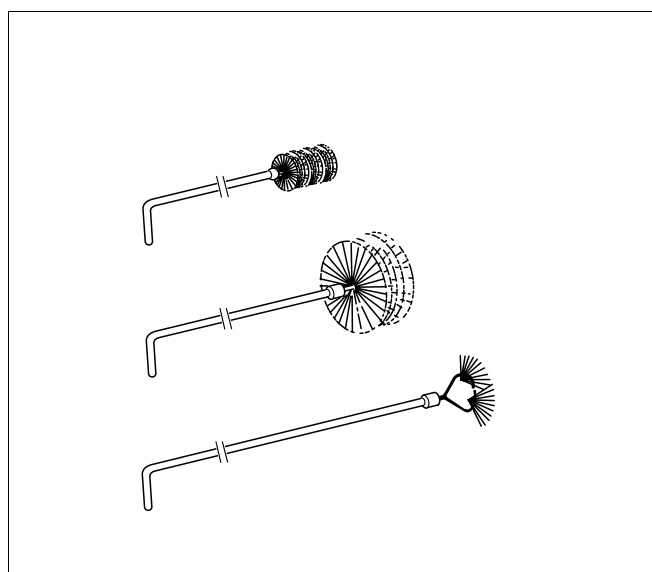
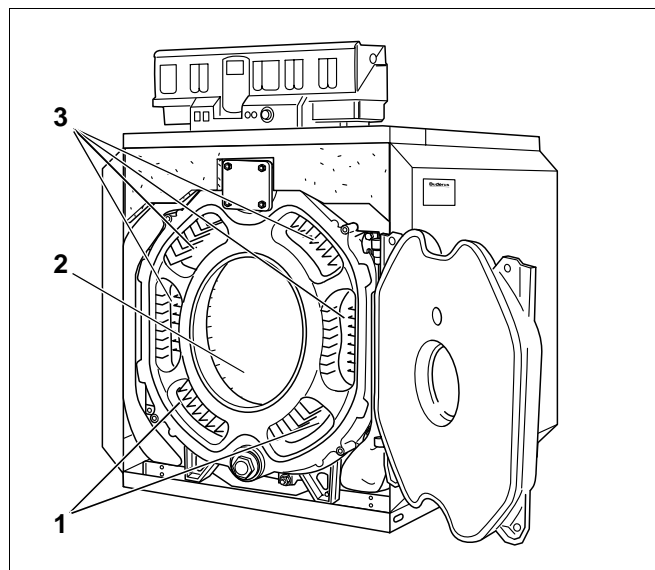

Fig. 53 Rensbørster
Fig. 54 Rensning af røgslagene
De forskellige typer børster **som Buderus** tilbyder (ekstraudstyr) vises på Fig. 53.
- Røgslagene (Fig. 54, **pos. 1 og 3**) skal renses med rensbørsterne 1 og 2 fra forenden mod bagenden (Fig. 53).
- Resten af fyrboksen (Fig. 54, **pos. 2**) skal renses med rensbørste 2.
- De nederste røgslag skal renses fra forenden med rensbørste 2 (Fig. 54, **pos. 1**).